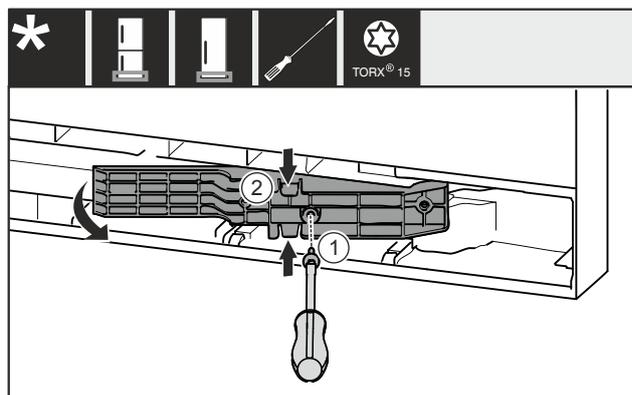

Fig. 19 *
- ▶ Rimuovere la vite Fig. 19 (1)*
- ▶ Comprimere leggermente l'adattatore Fig. 19 (2) in alto e in basso ed estrarlo.*